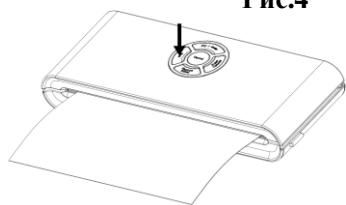

Рис.4
5. Натисніть кнопку «SEAL», щоб розпочати запаювання пакета — **Рис. 4.**